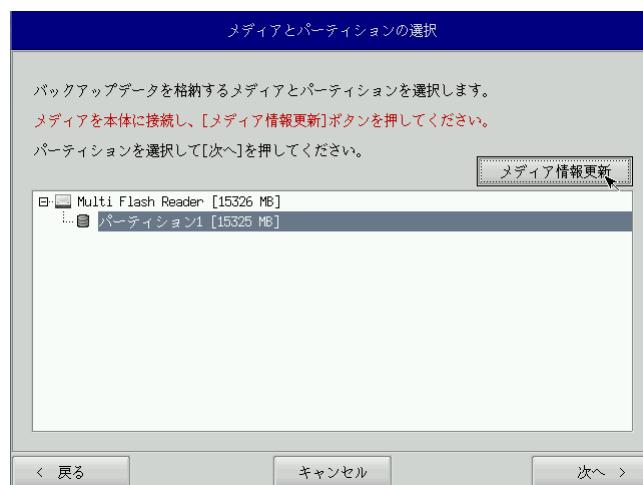

図 6-3-1. メディアとパーティション選択画面
- ⑤ メディアとパーティション選択画面（図 6-3-1）が表示されます。本体にメディアを接続し、[メディア情報更新]ボタンを押してください。バックアップファイルを保存するメディアのパーティションを選択し、[次へ]ボタンを押します。